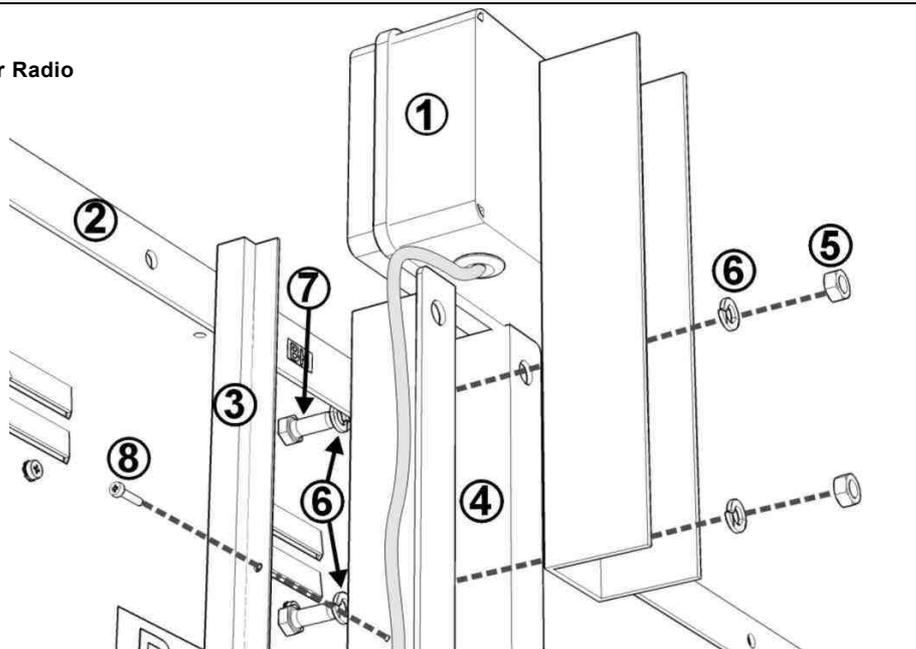

Fig. 3: Détail d'installation
1. Enlever l'écrou et la rondelle de la vis de fixation supérieure **M8x20** du profil 'Ω' vertical monté à droite du tableau (vue arrière) (Fig. 3).
2. Aligner l'étrier de montage du récepteur sur les 2 trous du profil 'Ω' comme à la Fig. 3, puis fixer l'étrier avec les vis **M8x20** et les rondelles et écrous correspondants.
3. Monter la goulotte porte-câbles sur le profil 'Ω' du tableau comme à la Fig. 3.